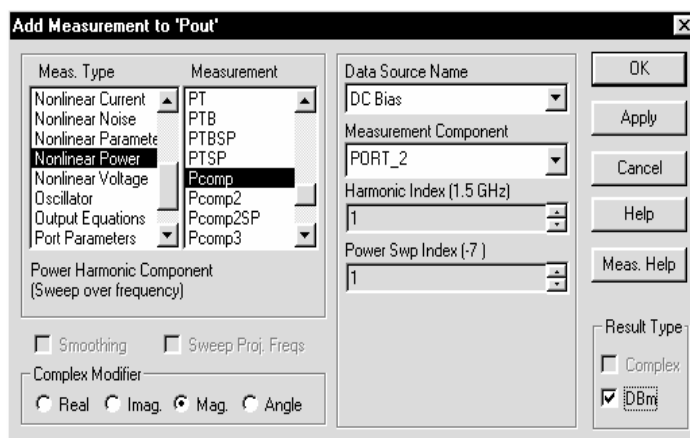

Рис. 3.22
5. Выберите **Nonlinear Power** (Нелинейная мощность) в окне списка **Meas Type**. Выберите **Pcomp** в окне списка **Measurement**. Выберите **DC Bias** в поле **Data Source Name**, выберите **PORT\_2** в поле **Measurement Component**, выберите **1** в поле **Harmonic Index** и в поле **Swp Index**, выберите переключатель **DBm** в области **Result Type** и нажмите **OK** (Рис.3.22).